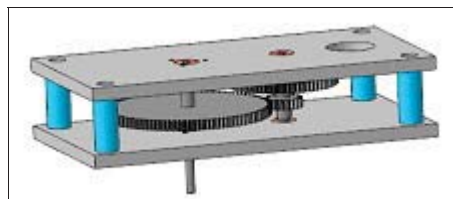

Рис. 25.28. Модель сборки Редуктор
- ◆ далее остается только вызвать команду **Совпадение** и поставить плату на стойки. У вас должно получиться как на рис. 25.28. Сохраните модель как Редуктор РЕД.000.000;